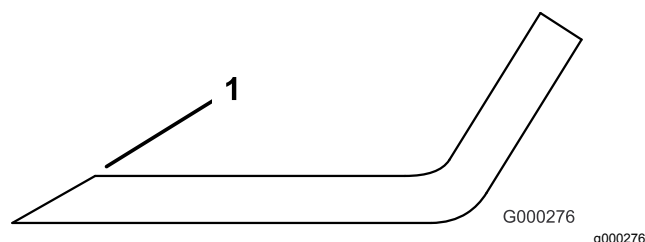

Figura 114
- Controllate i taglienti di tutte le lame, e affilatele se fossero ottusi o scheggiati. Affilate soltanto la parte superiore del tagliente e mantenete l'angolo di taglio originale per garantire l'affilatezza (Figura 114). La lama rimane bilanciata soltanto se viene rimossa una quantità uguale di metallo da entrambi i taglienti.